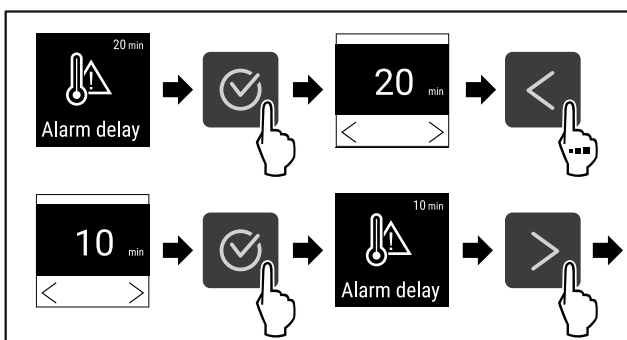

Fig. 100
- ▶ Genomför handlingsstegen (se Fig. 100).